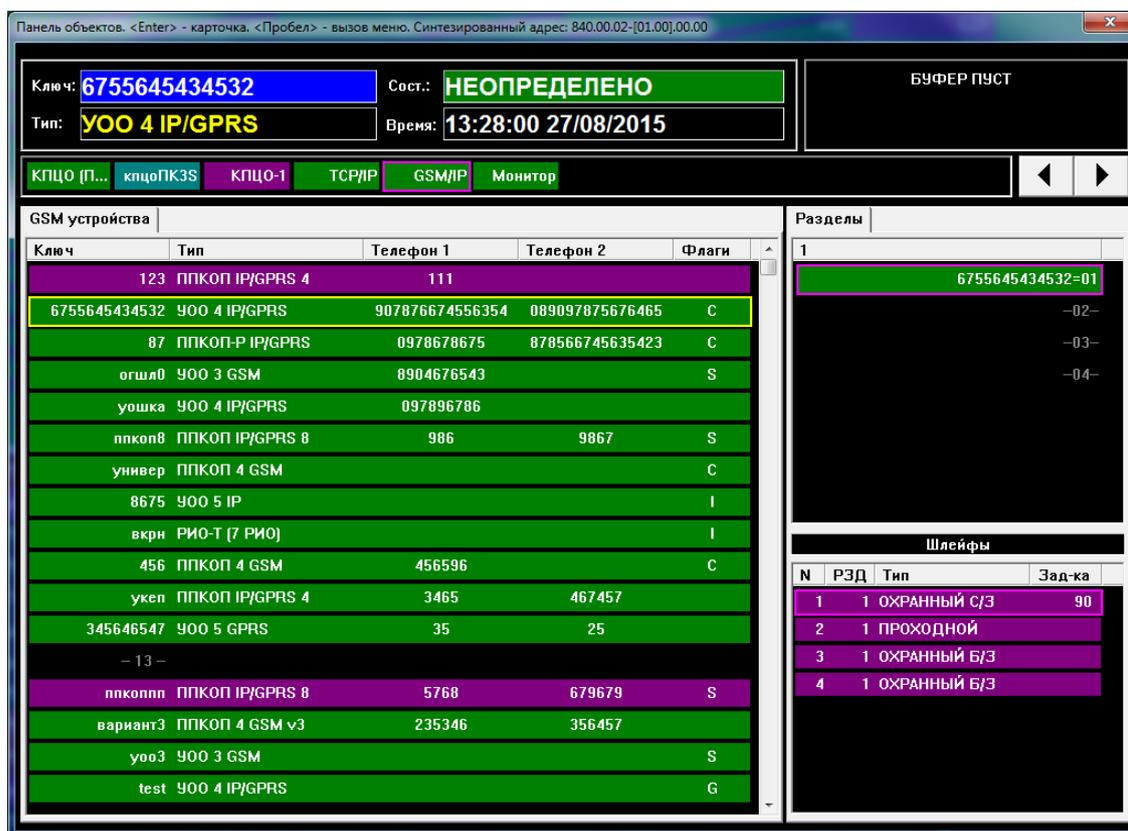

Рисунок 5.99. Отображение разделов на панели объектов
1. Выделите на панели объектов (рисунок 5.99) строку нужного устройства.